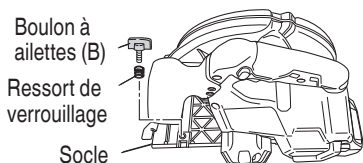

Fig. 19
3. Réglage du guide (garde de refente) (Fig. 19, 20)